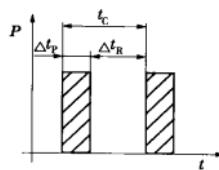

图 1 S3 工作制
2) S3 工作制——断续周期工作制(周期性工作制是指负载运行期间电动机未达到热稳定)。按系列相同的工作周期运行,每一周期包括一段恒定负载运行时间和一段停机和断能时间,这种工作制,每一周期的起动电流不致对温升有显著影响(图 1)。